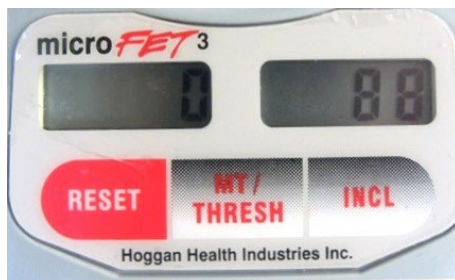

Figura 5. Ejemplo de visualización de los resultados de la prueba en la posición inicial del paciente
- Pulse el botón lateral rojo una tercera vez para obtener el valor del ángulo de la primera posición del paciente (consulte la Figura 5).